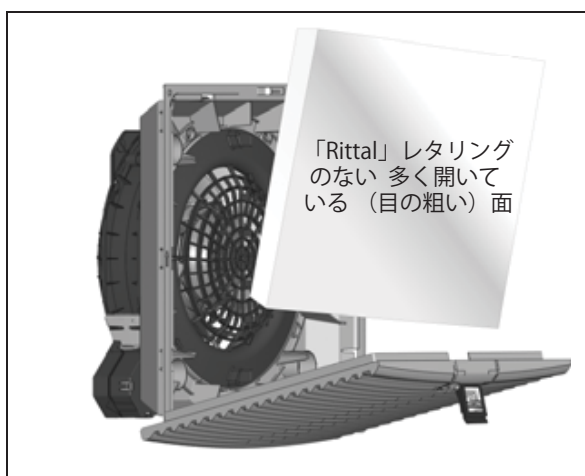

図7: 標準フィルターマットの取り付け
- この時も多く開いている方（「Rittal」レタリングがない方）がプラスチックルーバーの方向に向いているように注意してください（図 7 を参照）